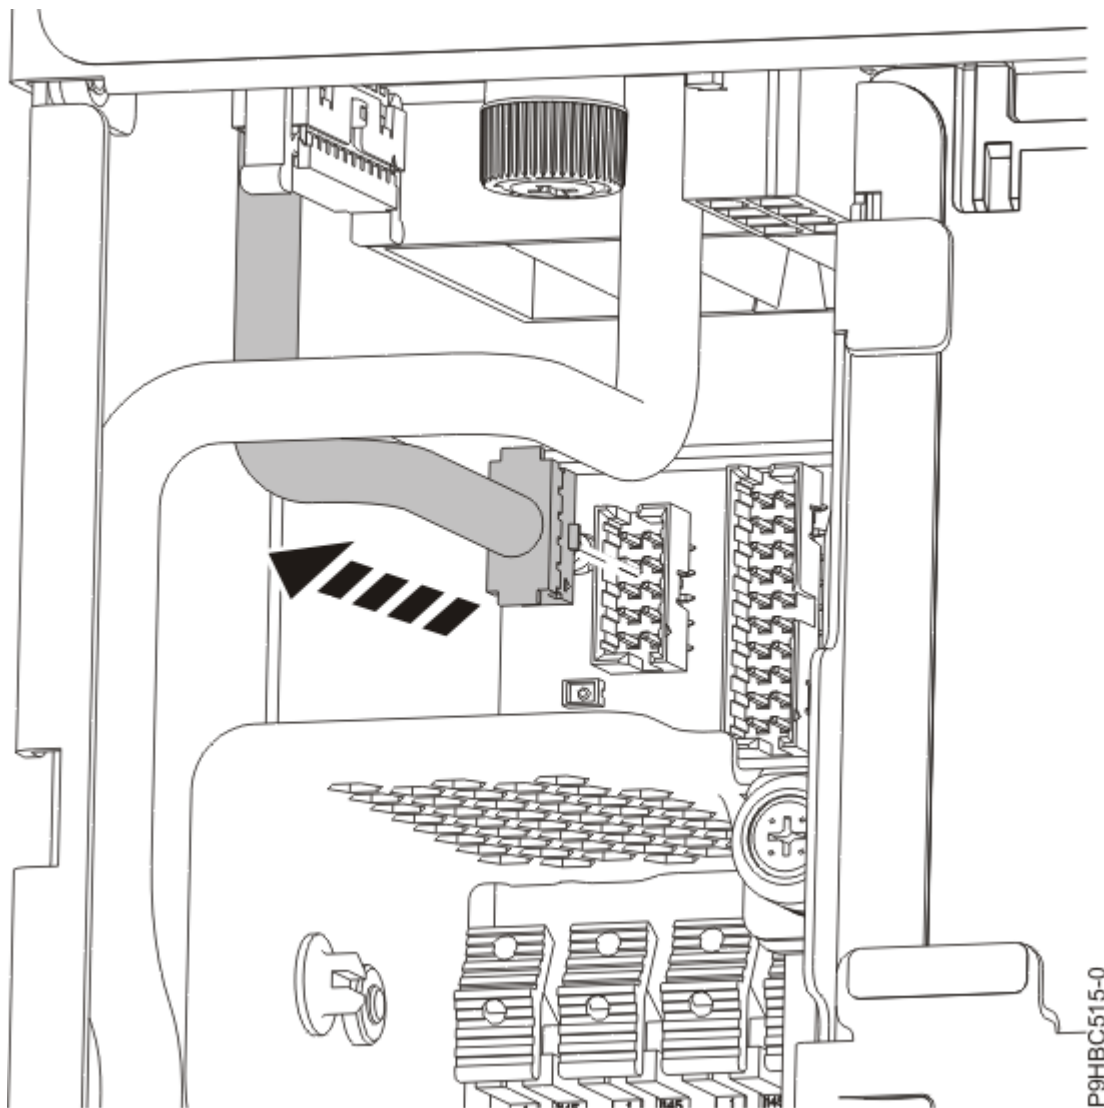

Abbildung 54. Steuerkonsolenanzeigekabel an der Systemrückwandplatine abziehen
3. Ziehen Sie das Steuerkonsolenanzeigekabel an der Systemrückwandplatine ab (siehe Abbildung 54 auf Seite 60).